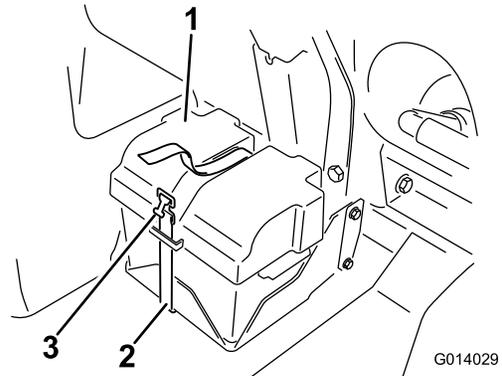

图79
2. 拆下电池盖，从电池电极上断开负极（黑色）接地线（图79）。
4. 安装电池盖，使用之前拆下的箍带将盖子箍紧（图79）。